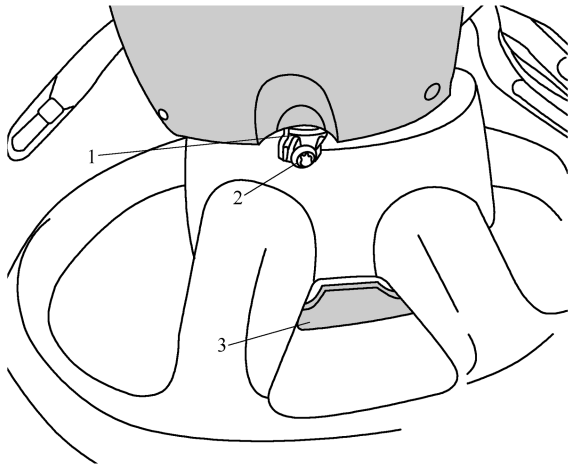

图 6-2-6 拆下安全气囊固定螺栓
4) 从中间位置向右将转向盘旋转约 80°。如图 6-2-6 所示，用于固定安全气囊控制单元 3 的螺栓 2 必须对准转向柱饰板下方的凹槽 1，旋出螺栓 2，将转向盘向左转动约 160°，并旋出安全气囊控制单元的左侧螺栓。
2) 如图 6-2-6 所示, 将安全气囊控制单元 3 固定在转向盘里, 从中间位置向右将转向盘旋转约 80°。用于固定安全气囊控制单元的螺栓必须对准转向柱饰板下方的凹槽 1。将用于固定安全气囊单元的右侧螺栓 2 旋入约 2 圈, 向左旋转转向盘约 160°, 将用于固定安全气囊单元的左侧螺栓旋入约 2 圈。